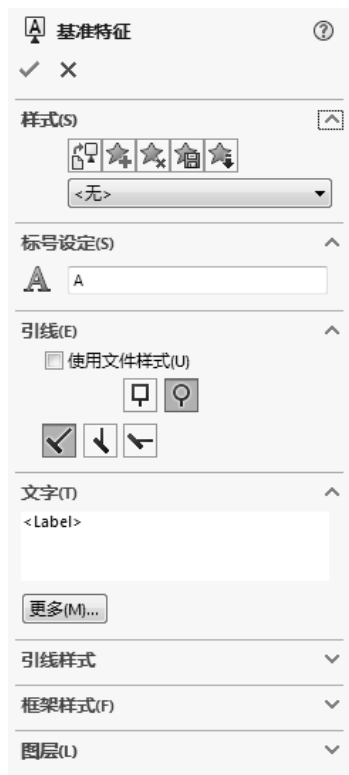

图 12-62 “基准特征”属性管理器
9) 设置基准特征参数。单击“注解”操控板中的 $\square$ (基准特征) 按钮, 会出现“基准特征”属性管理器, 在属性管理器中设置各参数如图 12-62 所示。